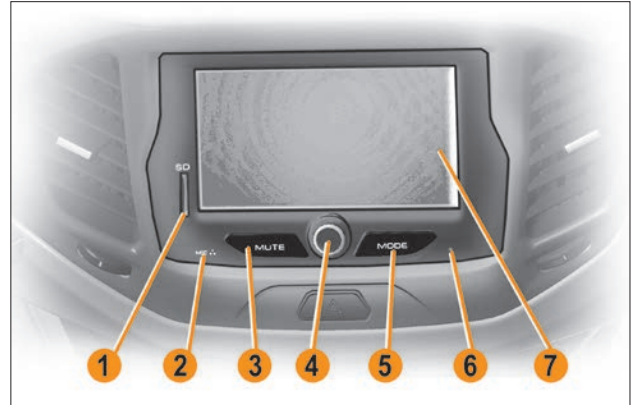

Рис. 3. Мультимедийное навигационное оборудование
2.1.1 Включение ОММН осуществляется кратковременным нажатием (1-2 сек.) на ручку энкодера **4** (рис. 3).
2.1.3 Для выключения ОММН кратковременно нажмите ручку энкодера **4** (рис. 3) и удерживайте ее в нажатом положении до выключения дисплея.
2.1.4 Для перезагрузки ОММН тупым тонким стержнем нажмите и удерживайте в течение 2-3 сек. кнопку Reset **6** (рис. 3). После перезагрузки ОММН переходит в режим «Радио» с прослушиванием первой сохраненной радиостанции.
Для выключения звука нажмите кнопку **MUTE** (кнопка **3**, рис. 3). Для включения звука нажмите кнопку повторно.
Кнопка **MODE** (кнопка **5**, рис. 3) служит для переключения режимов работы радиоприемника, при этом будут отображаться только активные режимы. Например, если вставлена SD-карта и на ней есть только видеозаписи, то, используя кнопку **MODE**, можно попасть в окно «**Видео**», но нельзя попасть в окно «**Аудио**» и «**Фотографии**».
Регулировка громкости осуществляется вращением ручки энкодера **4** (рис. 3) вправо или влево.